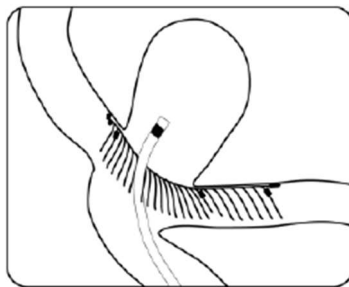

Figura 10
35. Utilice el microalambre y el catéter de embolización con espirales para acceder al espacio del aneurisma a través de la estructura del implante, como se muestra en la Figura 10.